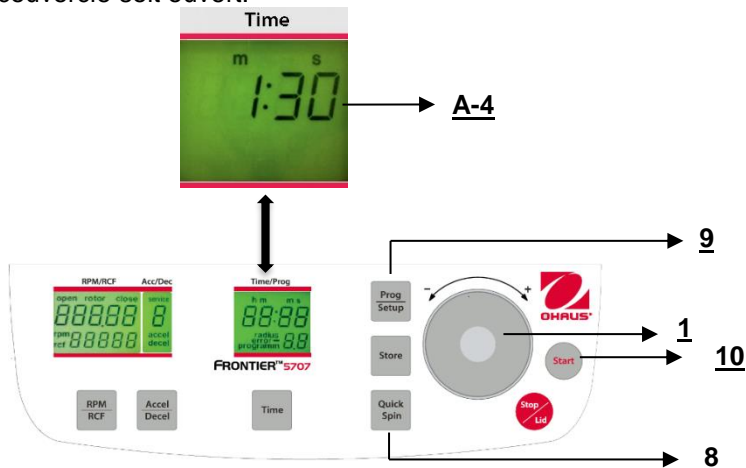

Figure. 24
La centrifugeuse peut être démarrée avec la touche "**Start**" (10) (voir la figure 24) ou avec la touche "**Quick Spin**" (8).